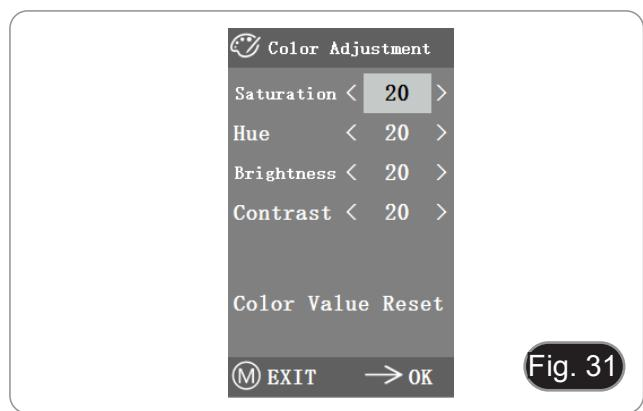

Fig. 31
- Após entrar no menu de ajuste de cor (Fig. 31), Saturação, Tonalidade, Brilho e Contraste podem ser ajustados para que a imagem atinja o nível requerido.